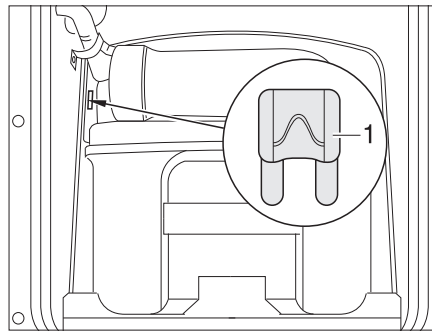
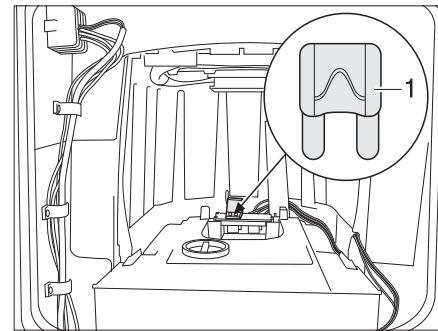

Fig. 159 Fusible del inodoro Thetford
Fig. 160 Fusible del inodoro Thetford (alternativa)
- Cambiar el fusible (Fig. 159,1 ó Fig. 160,1).